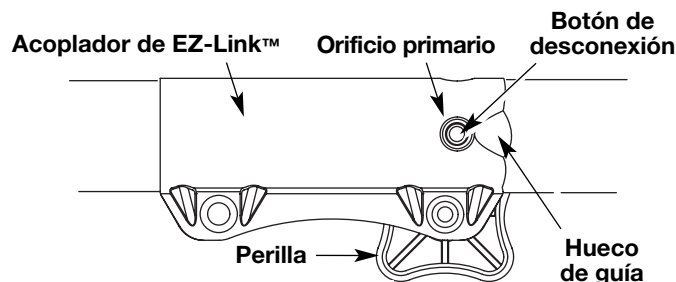
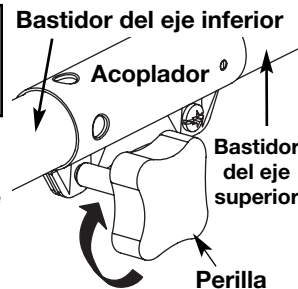

Fig. 9
Fig. 10
3. Mientras que firmemente sostiene el accesorio, empujelo derecho en el acoplador hasta el botón liberador (Fig. 9) se encaja a presión hacia el agujero primario (Fig. 9). El agujero primario está en el lado opuesto del acoplador de la perilla (Fig. 9). La alineación del botón de desconexión con el hueco de guía facilitará la instalación (Fig. 9).
4. Gire la perilla en sentido horario para ajustarla (Fig. 10).
PRECAUCION : Trabe el botón de desconexión en el orificio primario (Fig. 9) y ajuste bien la perilla (Fig.10) antes de operar esta unidad.
PRECAUCION : Antes de operar esta unidad, cerciérese de que el botón de desenganche esté completamente trancado en el orificio primario (Fig. 9), y que la perilla (Fig. 10) esté suficientemente apretada.
3. Opima y sostenga el botón de desconexión (Fig. 9).
4. Mientras sostiene el bastidor del eje superior con firmeza, tire del accesorio de corte o accesorio en línea recta fuera del acoplador (Fig. 10).